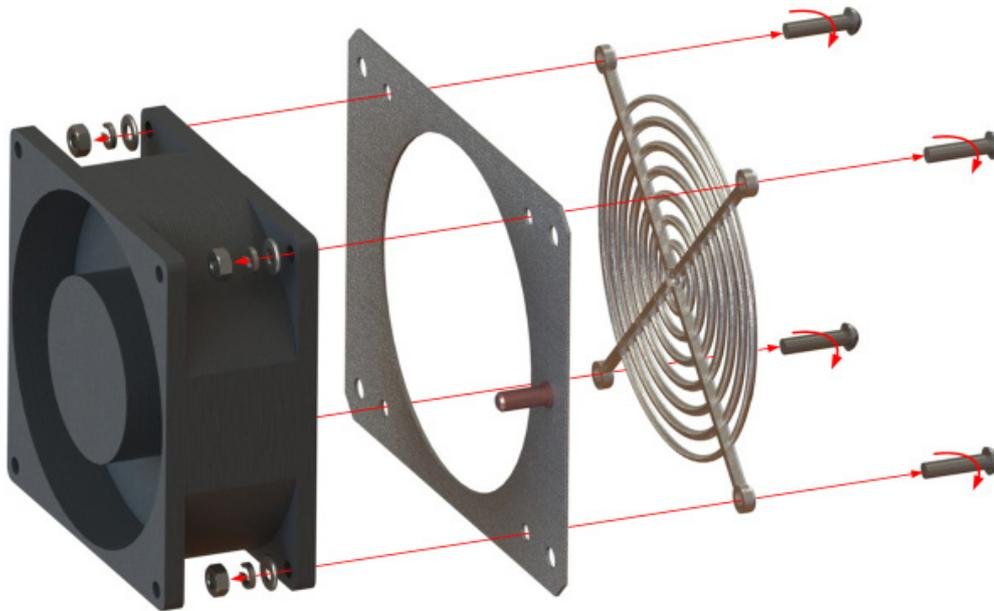

Рисунок 14.5 — Замена вентилятора электроприводов моделей АТ24-75К...М11-380-Н*****
4. Замените неисправный вентилятор. (см. рис. 14.5)